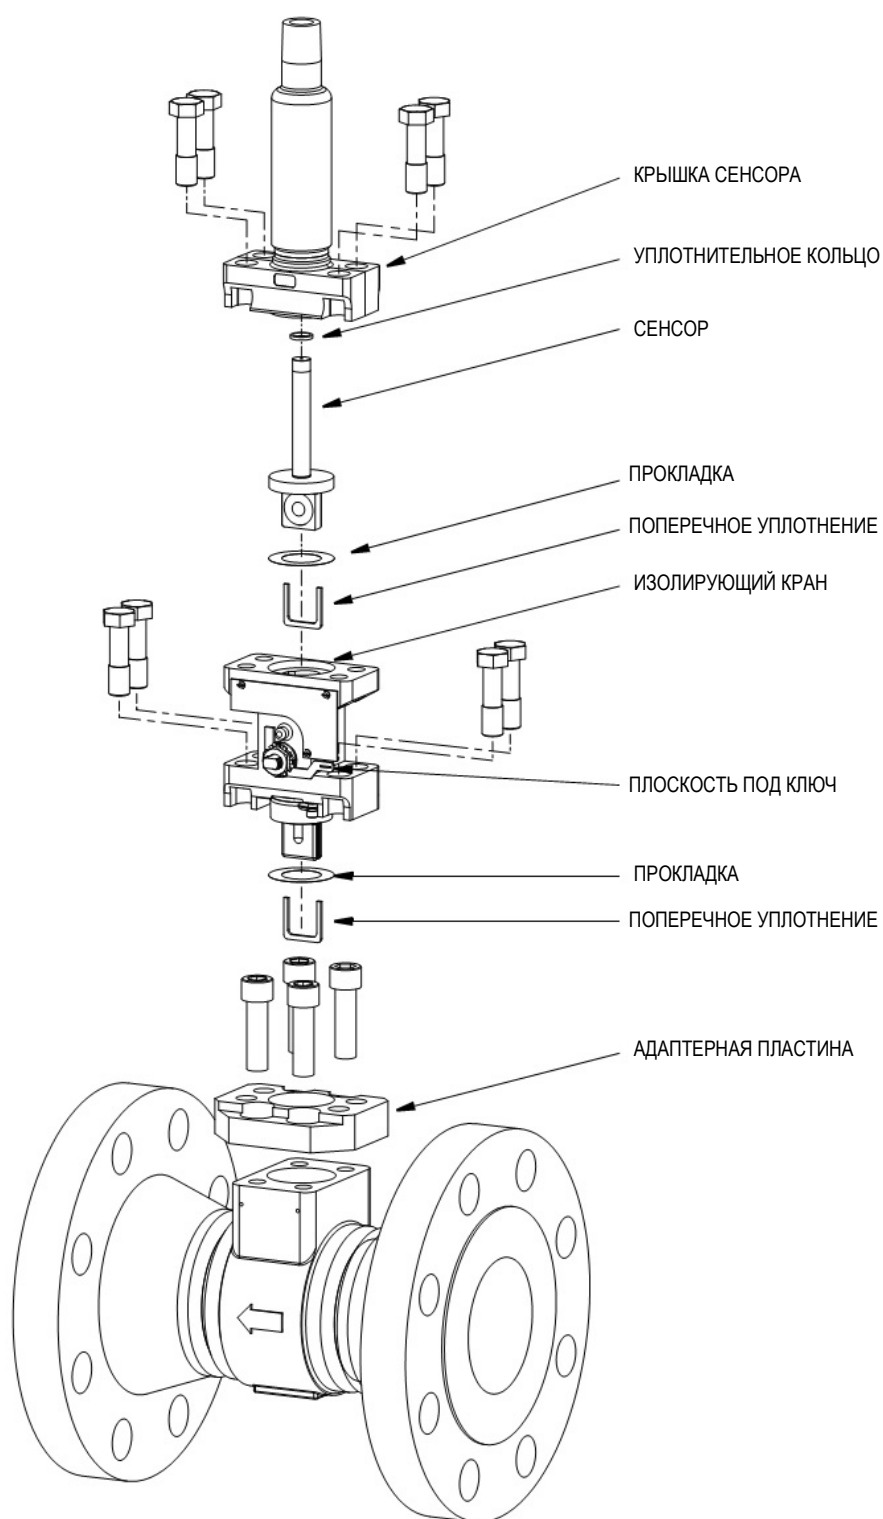

Рисунок 65. Одиночный изолирующий кран (Стиль В)
4. Установите новые прокладку и поперечное уплотнение на нижнюю секцию корпуса крана и вставьте кран в паз на корпусе датчика расходомера. См. рисунок 65. Используются такие же прокладки и поперечные уплотнения, которые применяются для сенсоров.